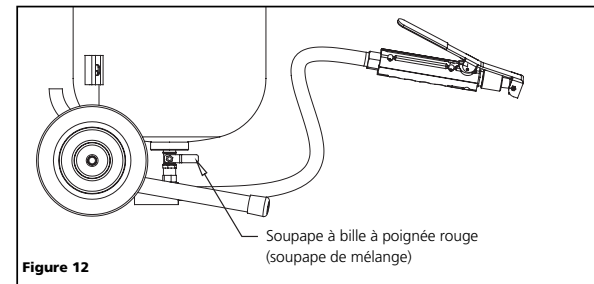

Figure 12
- contrôle la proportion entre les médias de décapage et l'air (voir figure 12).